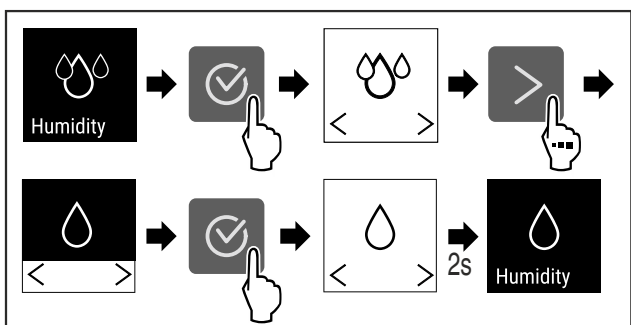

Fig. 37
- ▶ Wykonać czynności (patrz Fig. 37) .